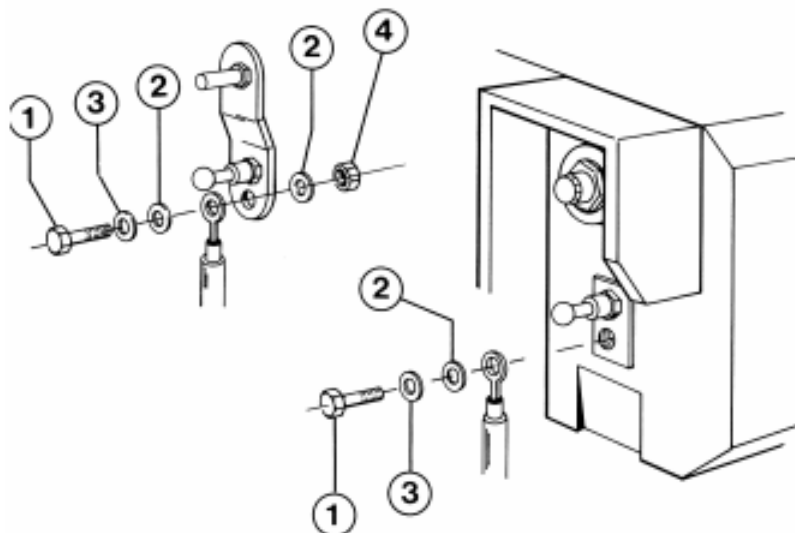

Fig. 23 Terminazioni d'uscita
- Connettere il capocorda del terminale del cavo usando viti (1), rondelle piane (2) ed elastiche (3) e dadi (4) (fig. 23).
- Connect the cable terminal of the cable terminal using the screws (1), flat washers (2) and spring washers (3) and nuts (4) (fig. 23).